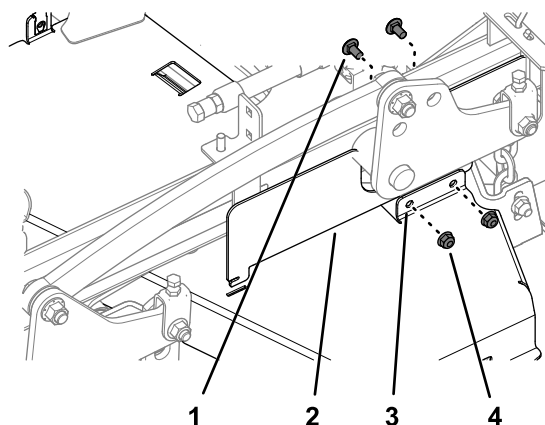

Figura 7
3. Retire los 2 pernos de cuello cuadrado y las 2 contratuercas que fijan la cubierta CE del lado izquierdo a la cubierta de la correa izquierda (Figura 7).